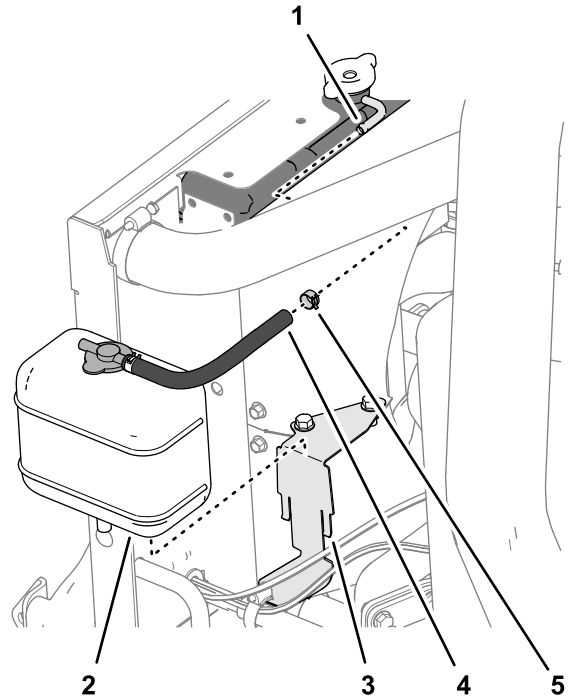

Bild 8
1. Entfernen Sie die Schlauchklemme, die den Schlauch am Anschlussstück des Kühlerausdehnungsgefäßes befestigt, und entfernen Sie den Schlauch vom Anschlussstück (Bild 8).
2. Heben Sie den Behälter von der Behälterhalterung ab und entfernen Sie den Behälter von der Maschine (Bild 8).